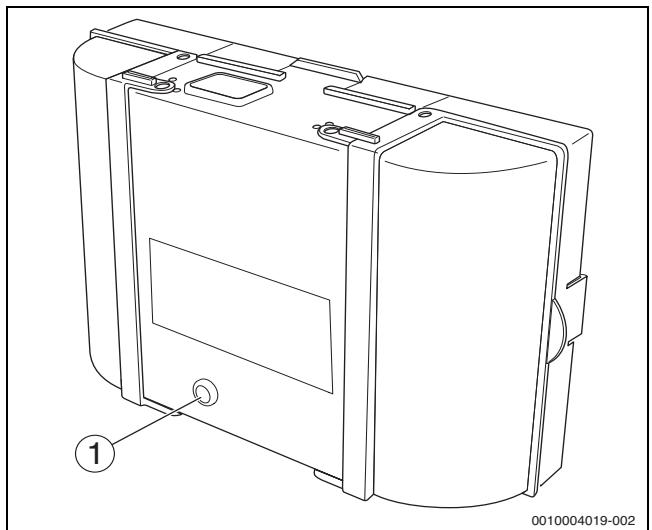

Bild 15 Störungen am Feuerungskomponente zurücksetzen
- Reset-Taste am Feuerungskomponente drücken (→Bild 15).